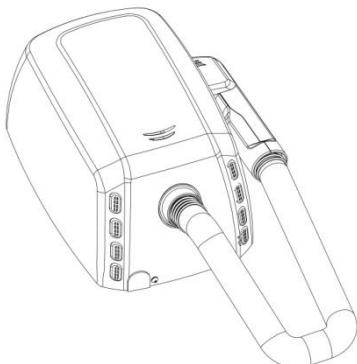

Рис. 1
- Фен предоставляется с корпусом не привинченным к основанию. (Рис. 1).